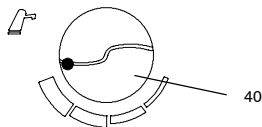

Fig. 5.2
- 5 Positionner le régulateur de température de l'eau sanitaire (40) sur le maximum (Fig. 5.2).